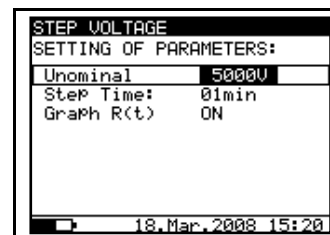

Рис. 25. Меню настроек при испытании пошаговым напряжением
- Нажмите клавишу **SELECT**, на экране появится меню настроек, см. рисунок 25.